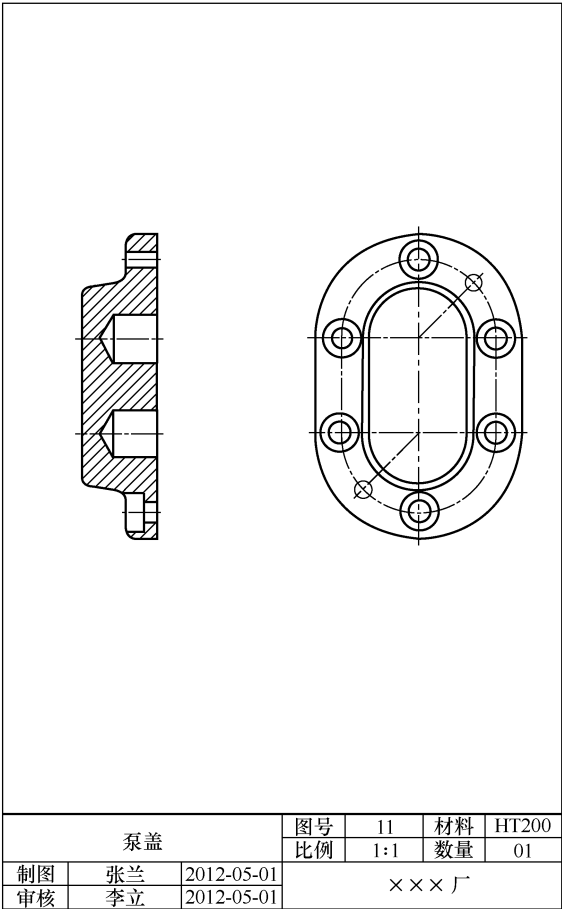

图 12-22 插入 A4 图框
Step 2 移动图框：调用菜单栏“修改”→“移动”命令，将 A4 图框移动到合适位置。插入 A4 图框，如图 12-22 所示。